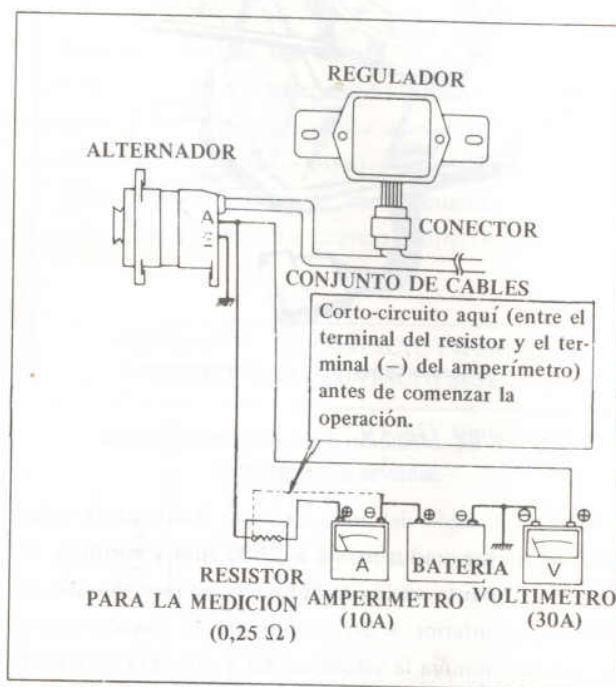

Fig. EE-53 Circuito de medición del voltaje de regulación
1. Conecte un voltímetro, un amperímetro, una batería totalmente cargada y un resistor como se muestra en la figura EE-53. Instale el regulador perpendicularmente encarando el conector hacia abajo.
3. Antes de comenzar la operación, asegúrese de cortocircuitar la línea entre el terminal del resistor para la medición del voltaje y el terminal \ominus del amperímetro. La aguja del amperímetro puede desviarse rápidamente y a la inversa debido a la descarga de corriente que fluye desde la batería resultando en un amperímetro deteriorado. (Ver figura EE-53).